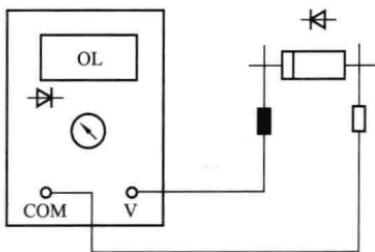

图 6-15 反向偏置
(5) 从液晶显示器读取被测二极管的正向偏压值。从图 6-14 读出正向偏压值为 0.755V。如果测试笔极性接反，仪表将显示 OL，如图 6-15 所示。